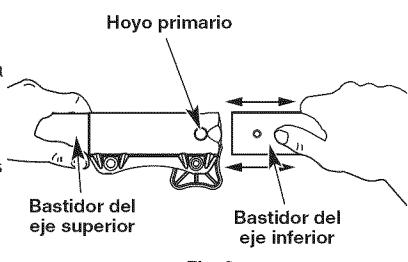

Fig. 3
2. Mientras sostiene el accesorio con firmeza, introduzcalo directamente en el acoplador Convertible™ (Fig. 3).
3. A la vez que sujetá la caja del eje superior, tire del accesorio recto hacia afuera del acoplador Convertible™ (Fig. 3).